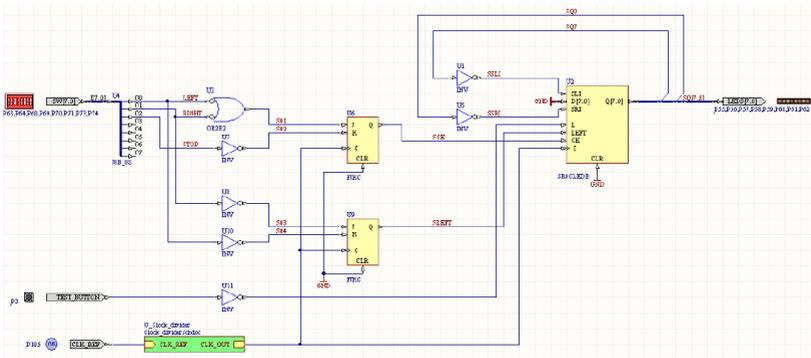

Рис. 37. Схема счётчика с символом подчиненного листа
- Открыть *Johnson_Counter.SchDoc* и разместить символ листа схемы для представления подчиненного листа, где будет использован делитель счётчика (рис. 37).